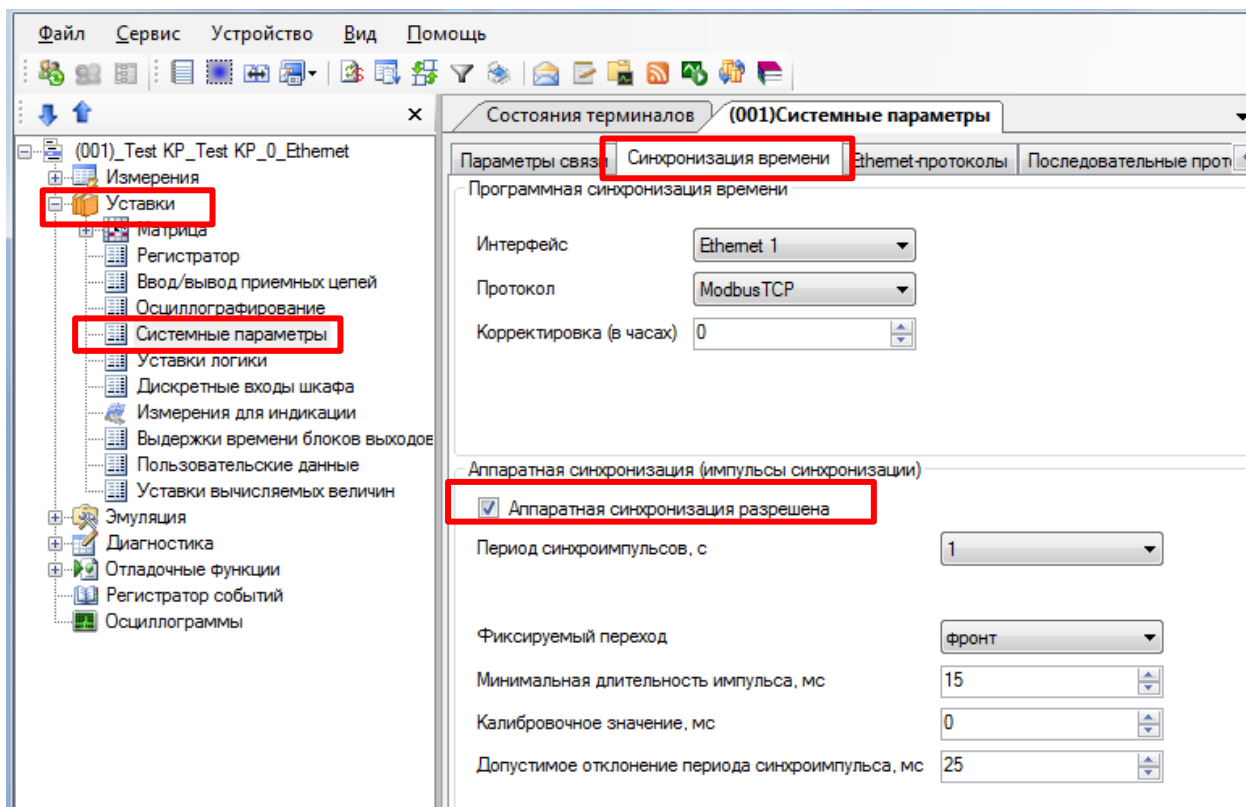

Рисунок 23 – Окно настройки синхронизации времени посредством импульсов
9.1.1 В «дереве» проекта ПО АРМ-релейщика выбрать **Уставки** -> **Системные параметры** и открыть окно, дважды щелкнув мышкой на соответствующем пункте «дерева» проекта (см. рисунок 23).
9.1.3 Для разрешения работы синхронизации времени посредством импульсов PPS необходимо установить флажок в пункте **Аппаратная синхронизация (импульсы синхронизации)** (см. рисунок 23).